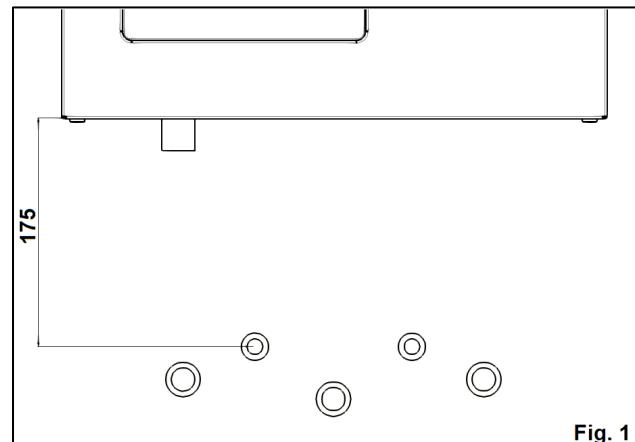

Fig. 1
1. Se verifică dacă centrala este poziționată la distanța 175mm față de axa raccordului situat cel mai sus. (Fig. 1)